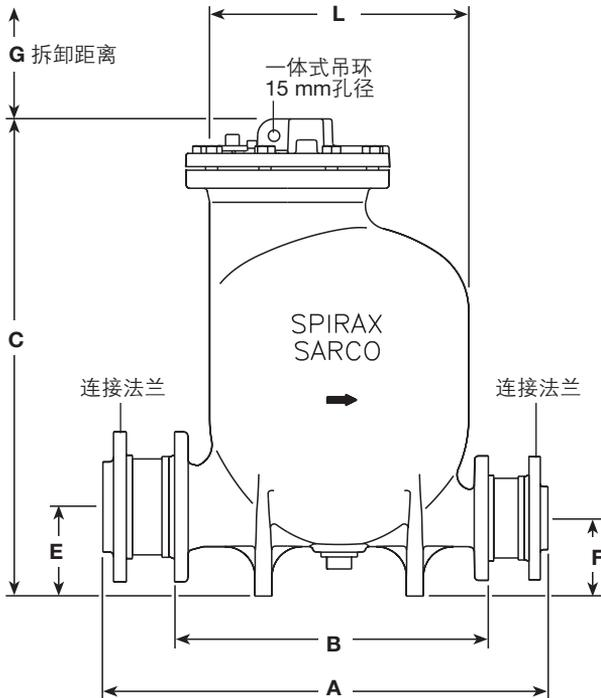

图2 DN80 x DN50 MFP14 示意图
- 4、动力介质（蒸汽、空气或其他气体）与泵盖的进口连接（见11页图2）。在介质管道上应安装过滤器和疏水阀。疏水阀排水至泵上方的储水罐或储水管。注：建议最大动力介质压力与背压之差为3bar。